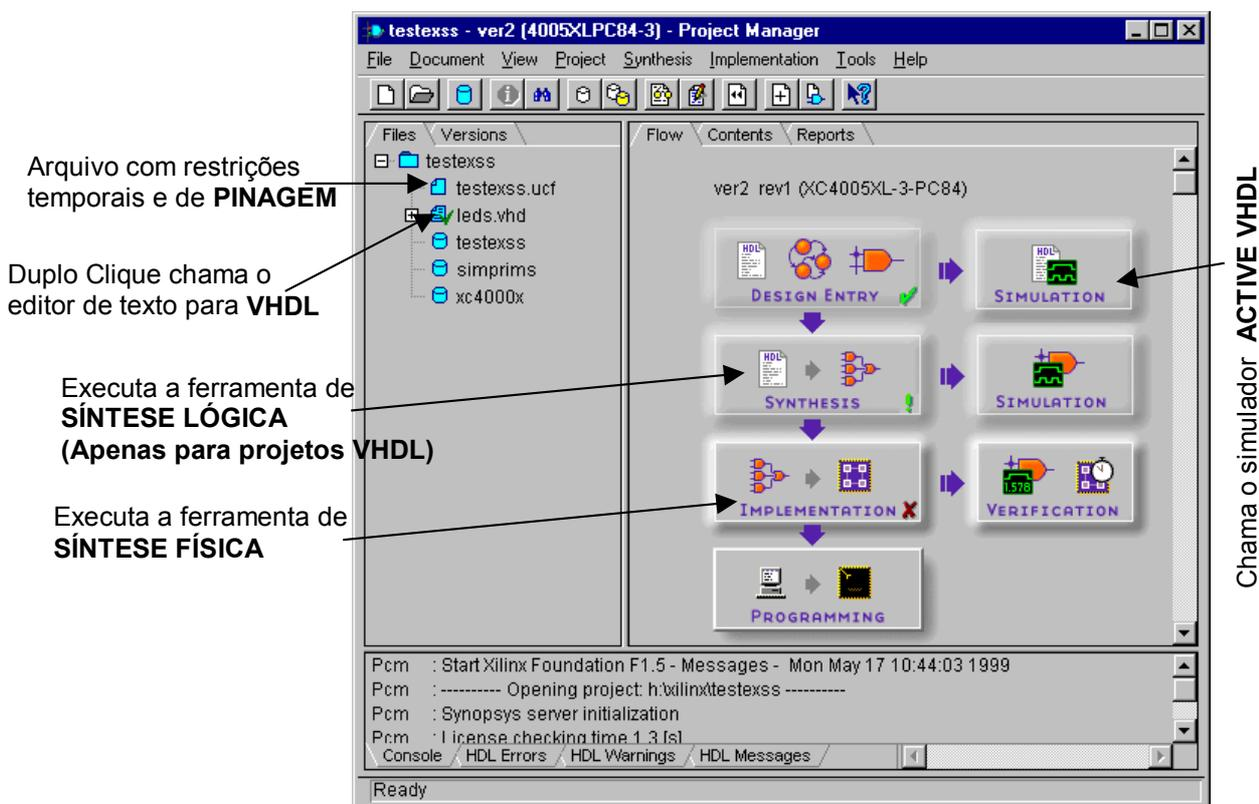

Figura 2 - Janela Principal do Foundation, com configurações de projeto VHDL salientadas.
- O usuário entra com a informação do número dos pinos no arquivo com extensão *ucf*, na raiz do *Foundation*.(ver Figura 2). Sempre adicionar este arquivo ao projeto em desenvolvimento.
3. Copie os arquivos “leds.vhd” e “leds.ucf” para o diretório do seu projeto, usando a opção de menu Document --> Add... **Atenção:** se o projeto criado não é denominado **leds**, o arquivo ucf copiado deverá ter seu nome alterado para coincidir com o nome do projeto e ter a extensão .ucf. Após inseridos os arquivos, dê duplo clique no arquivo ucf (ver localização na Figura 2), e confira no final do arquivo a relação entre os sinais e os pinos. Deve existir um arquivo com extensão ucf no diretório do projeto, que deve ser substituído pelo arquivo ucf fornecido